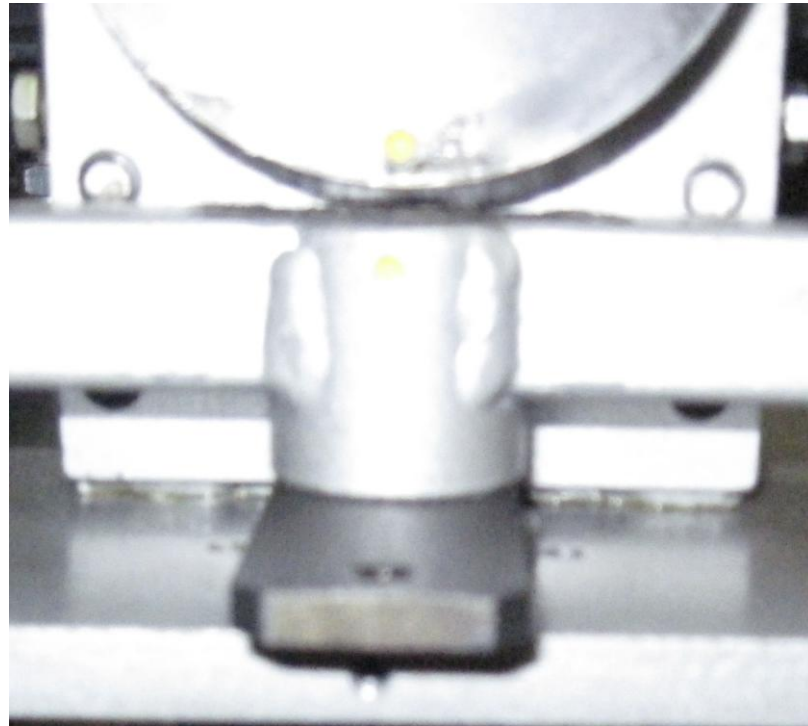

Рис. 4
5.1 Перед початком випробовувань за допомогою ручки 25 (рис.1) яка вставляється в отвір кожуха з правої сторони, виставляється нульовий рівень кулачка згідно міток зображених на (рис. 3), та зазор між ручками випробувального виробу за допомогою шаблона зображеного на Рис. 4 та гачками 1...2 мм.